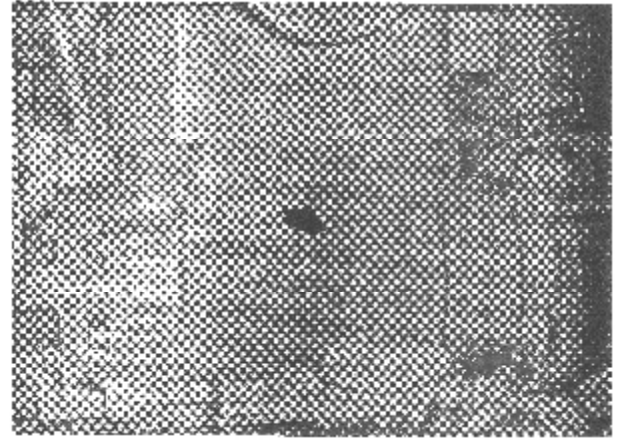

Рис. 1-20 (К 21904) Слив системы охлаждения двух цилиндрового воздушного компрессора.
2. Слейте воду из блоков цилиндров и головки, на всех двигателях, открыв спускные краники и удалив спускные пробки, как показано на рисунках от 1-13 до 1-19. Если на воздушном компрессоре (Рис. 1-20), теплообменнике или других приспособлениях применяется водяное охлаждение, откройте спускной краник и слейте воду. Нарушения при сливе воды из двигателя и его составных частей чреваты серьезными поломками при морозе.